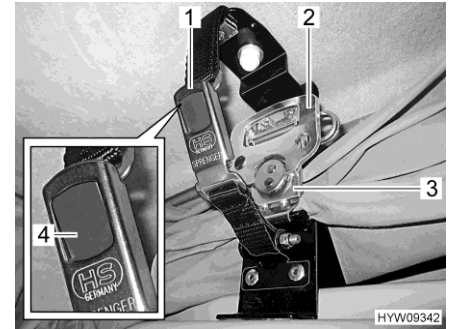

Bild 24 Verriegelung
- Auf beiden Seiten das Schnellspannschloss (Bild 24,3) nach unten ziehen und in Halteplatte eingehängen.
- Jeweils Griff (Bild 24,2) am Schnellspannschloss ausklappen und eine halbe Umdrehung im Uhrzeigersinn drehen.
- Jeweils die beiden Teile des Schnappschlusses (Bild 24,1) zusammenstecken. Der graue Druckknopf (Bild 24,4) rastet ein.